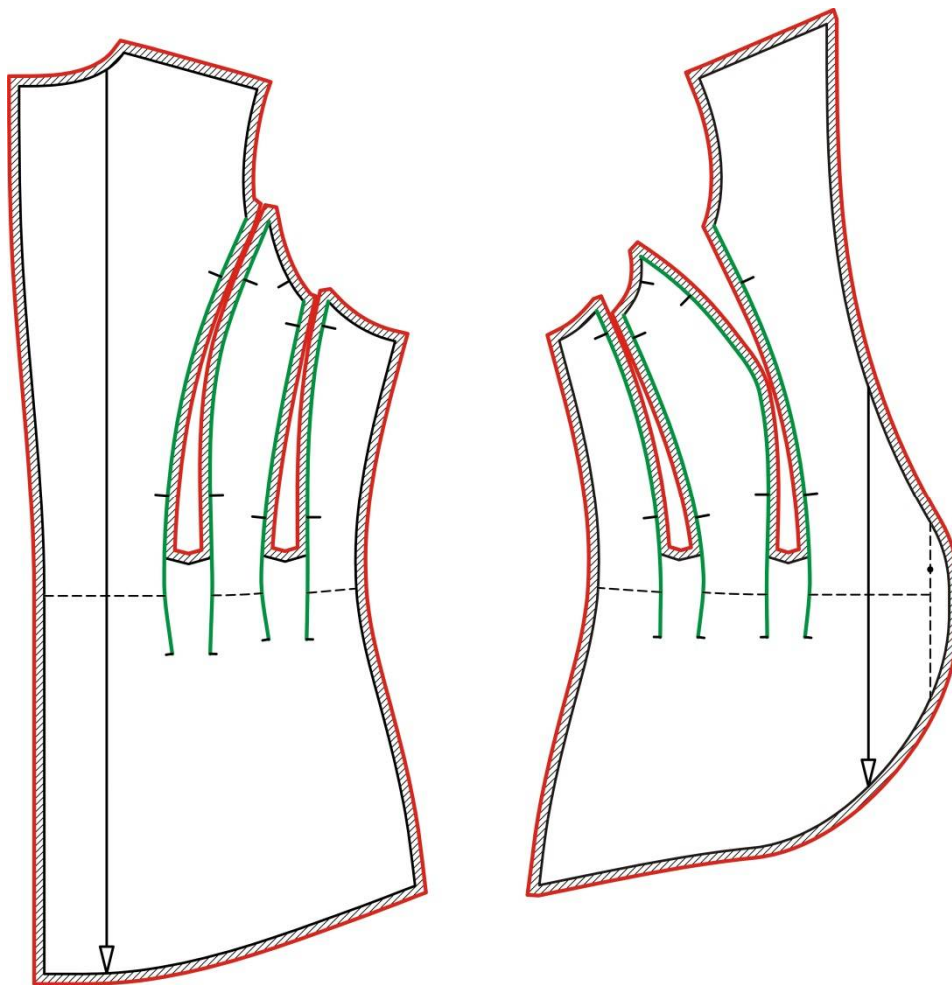

Рисунок 1
1. На рис. 1 показаны детали спинки и полочки с припусками на швы. Контуры исходных деталей показаны черным цветом; контуры, по которым следует выкраивать детали, показаны красным цветом; участки припусков на швы заштрихованы; линии соединения рельефов, по которым будут выполняться швы, показаны зеленым цветом.
3. Сметайте детали полочек по линиям рельефов (по линиям, показанным зеленым на рис.1), сложив лицевыми сторонами и совмещая по контрольным знакам. Стачайте, припуски шва разутюжьте. На неразрезных участках рельефов разутюжьте внутреннюю часть, образуя бантовые складки.